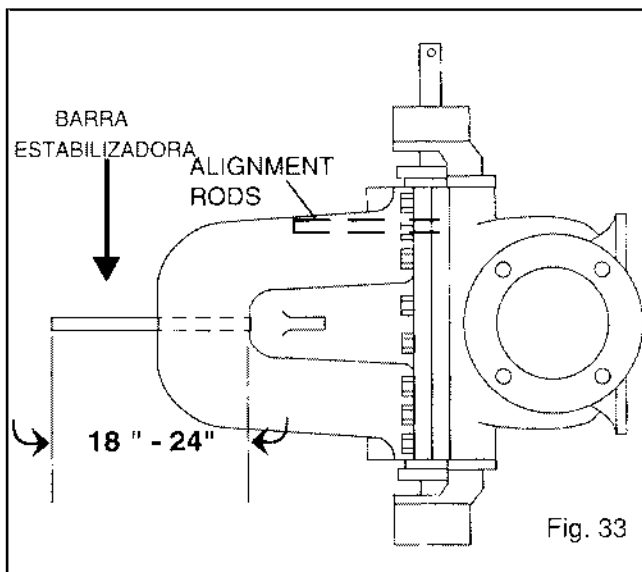
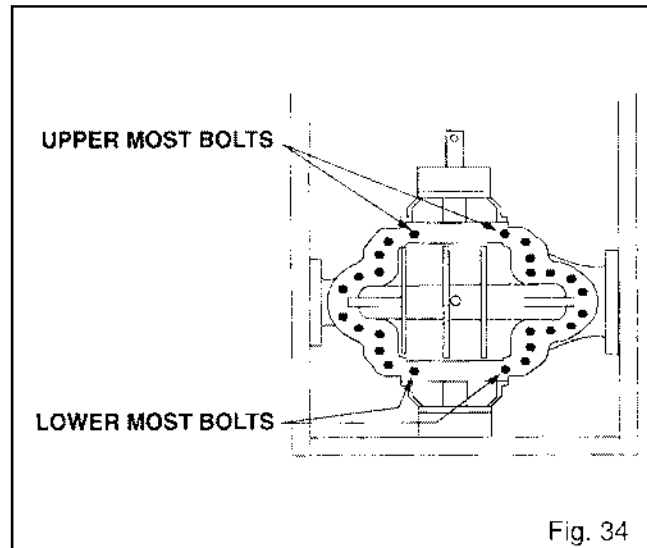

Fig. 33
Fig. 34
NOTA: Esta barra será utilizada para estabilizar mitad superior durante el desmontaje de la mitad superior de la cubierta. (véase fig. 33)
4. Quite los pernos de pasador y todos los pernos de partida a excepción de dos mas alto y dos más bajos. (véase fig. 34) Instale las barras de alineación (véase fig. 33) en la mitad superior y en la mitad inferior, uno en lado de la succión y uno en lado de la descarga sobre la línea central horizontal de la carcasa.